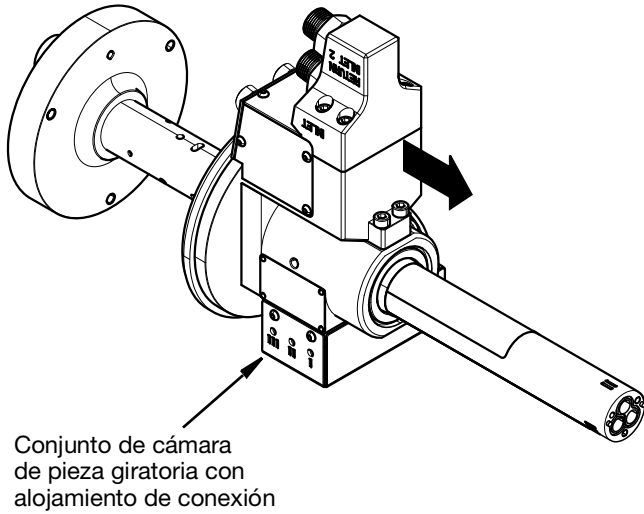

FIG. 17
9. Saque, deslizándolo, el conjunto de la cámara de la pieza giratoria con el alojamiento de conexión. Consulte la FIG. 17.